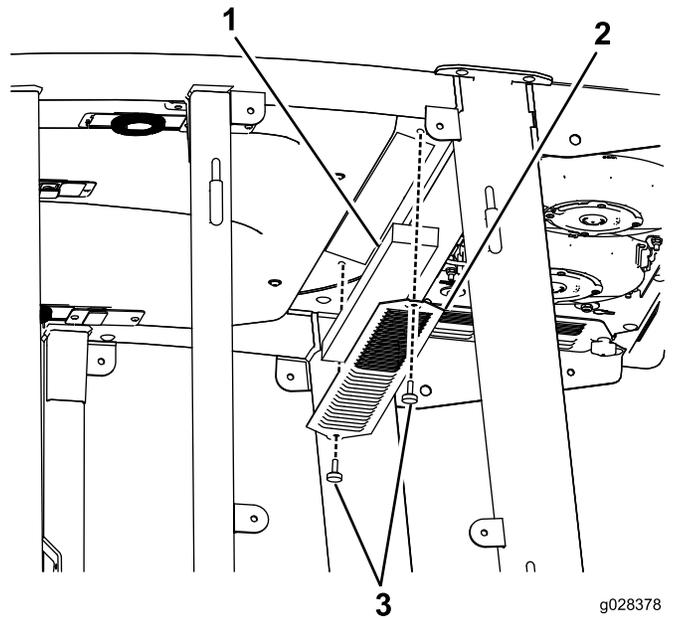

Figura 112
1. Retire los tornillos y las rejillas que cubren el filtro interior y el trasero de la cabina (Figura 112).